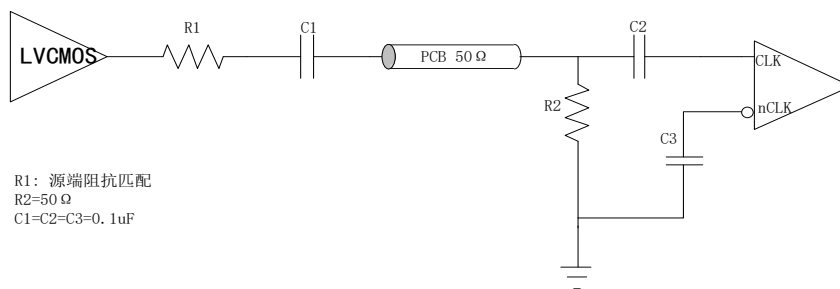
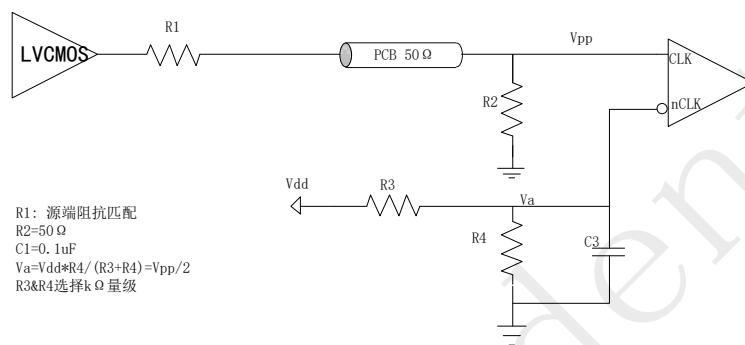

图3. LVC MOS 单端时钟驱动 CLK/nCLK 交流耦合
图4. LVC MOS 单端时钟驱动 CLK/nCLK 直流耦合
**CLK/nCLK 单端输入:** CLK/nCLK 也支持单端 LVCMOS 输入, 通过耦合匹配电路将输入信号进行转换, 满足规格书定义的电气参数。可以参考图 3 和图 4 推荐的匹配电路。